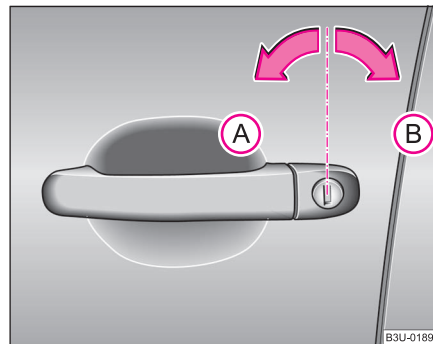

Abb. 22 Schlüssel-drehungen zum Auf- und Zuschließen
- Drehen Sie den Schlüssel im Schloss der Fahrertür nach links in die Öffnungsstellung (A) ⇒ Abb. 22.
- Drehen Sie den Schlüssel im Schloss der Fahrertür nach rechts in Schließstellung **(B)** ⇒ Seite 42, Abb. 22.